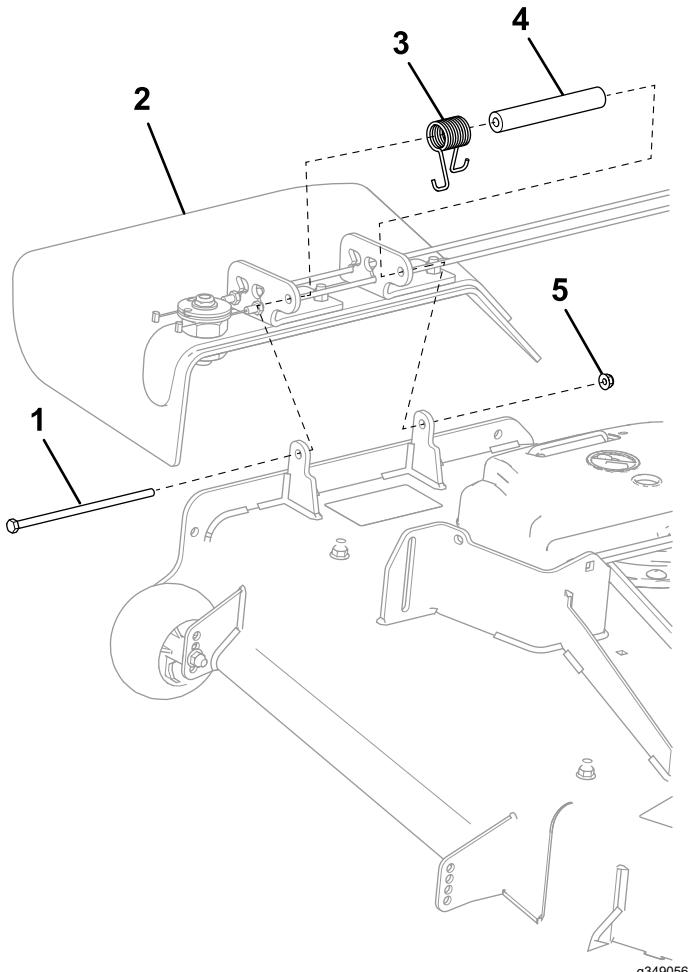

Figura 7
- Coloque o novo espaçador e mola na calha de descarga (Figura 7). Coloque uma extremidade da mola por detrás da extremidade da plataforma.
- Instale o parafuso de cabeça sextavada (5/16 pol. x 7½ pol.) e porca de bloqueio (5/16 pol.) como se mostra na Figura 7. Coloque a extremidade da mola em redor da calha de descarga.